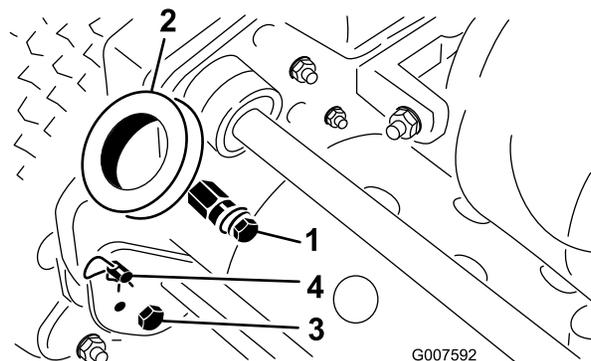

図 3
1. ハンドルアームの下部を機体両側に固定しているボルトとロックナットを取り外す(図 3)。
2. ハンドルアームをフレーム後部に固定しているヘアピンコッターとリングピンを取り外す(図 3)。
3. ハンドルの各端をハンドルアームの穴に差し込み、取り付けピンとハンドルの穴を整列させる(図 3)。
1. 機体左右のリングピンからヘアピンコッターを抜き取る（図 3）。
2. ハンドルを支えながら、左右のリングピンを抜き、ハンドルを希望の高さにセットする（図 3）。